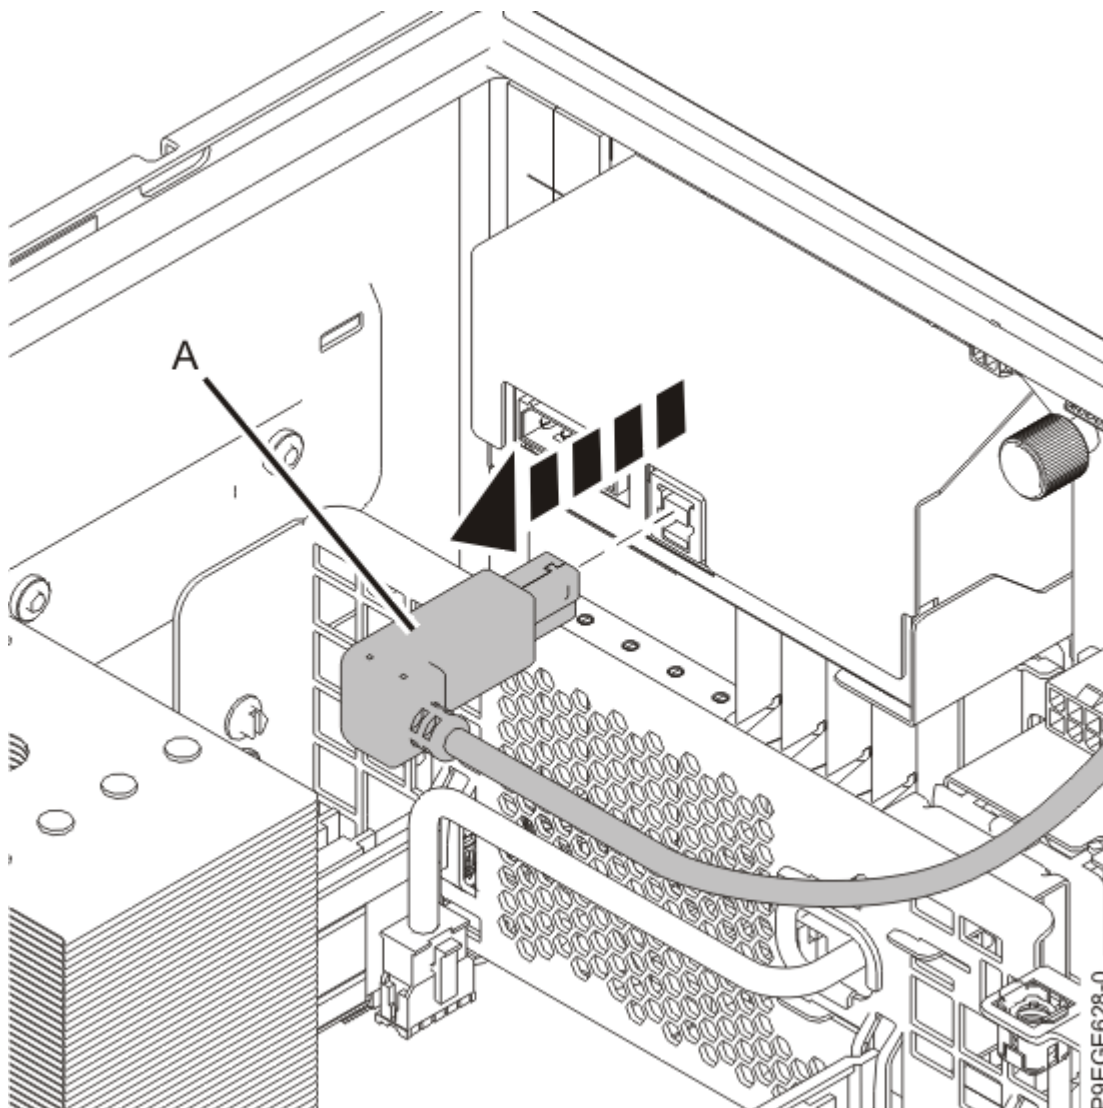

Figura 14. Extracció del cable frontal USB de la unitat RDX
4. Si el sistema té una unitat RDX, traieu el cable frontal USB **(A)** de la part posterior de la unitat RDX, tal com es mostra a la Figura 14 a la pàgina 16.